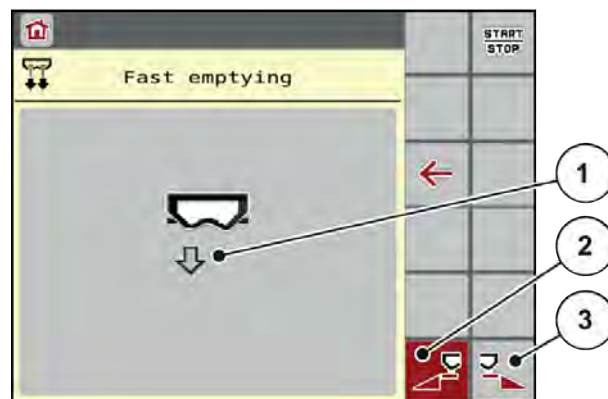

Abb. 17: Menü Fast emptying - Schnellentleerung
*Das Display zeigt die gewählte Teilbreite als Symbol (Abb. 17 Position [3]).*